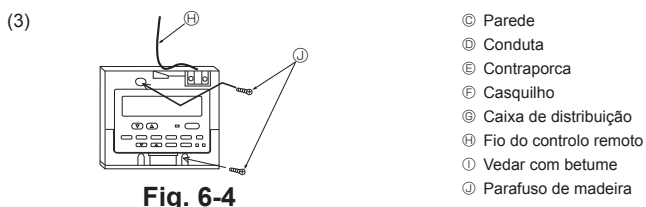

Fig. 6-4
(3) Para instalação directa na parede (Fig. 6-4)